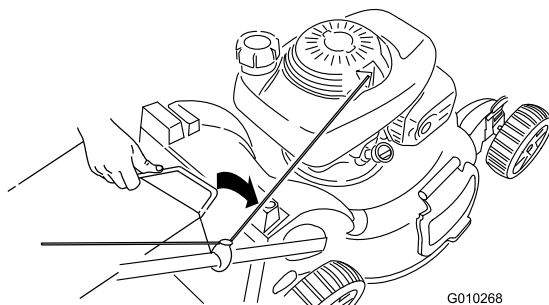

Figure 33
3. Insérez la poignée du bac à herbe dans les rainures en haut de la machine (Figure 33).